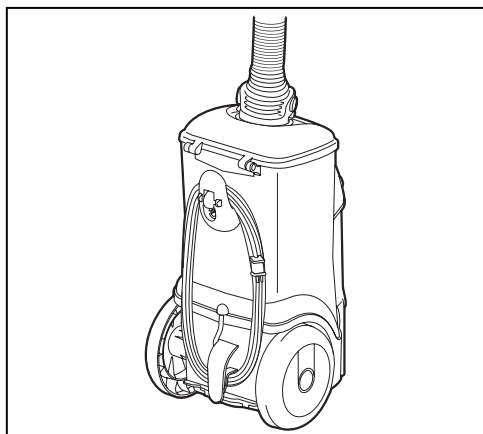

Fig.5
Étape 5 : Enroulez le cordon autour des crochets à cordon sur la partie inférieure du traîneau et pincez la fiche sur le cordon (Fig. 5).